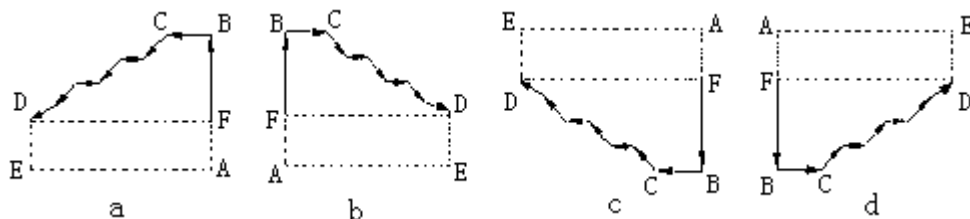

图 4-38
- 12) G71 指令切削的形状有以下四种情况：图 4-38 中，A 点为 G71 的起始点、B 点为加工起点、D 点为加工终点、BCD 段表示加工的轨迹。